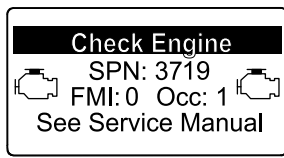

Figure 56
- Avertissement moteur SPN 3719, FMI 0 (Figure 56)